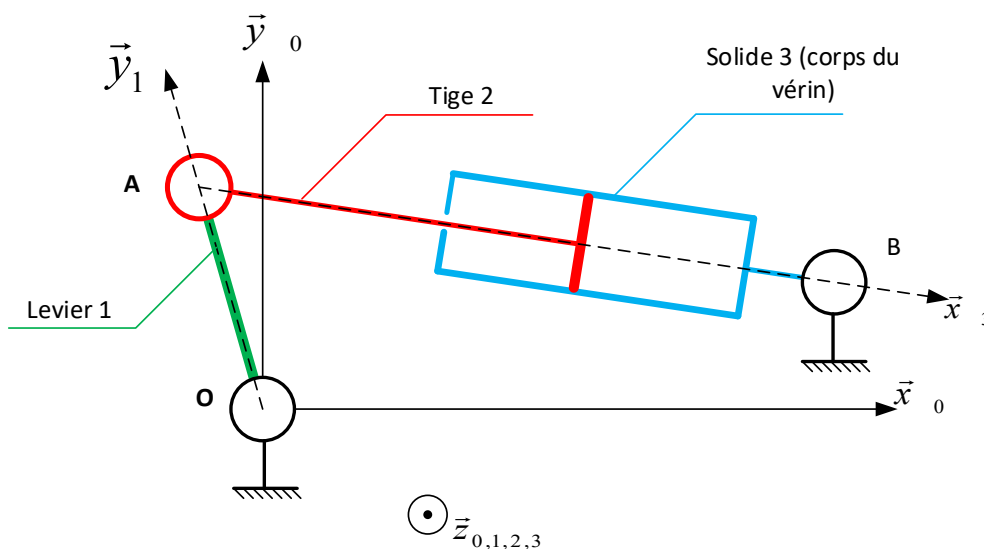

Figure 3.4 : schéma cinématique plan du mécanisme étudié
Le système de pilotage de la vanne est décrit par le schéma cinématique de la Figure 3.4. Le papillon de la vanne relié au levier de commande (1) est mis en rotation par l'intermédiaire d'un vérin hydraulique (corps (3) et tige (2)) dont le débit d'alimentation est contrôlé par une électrovanne.